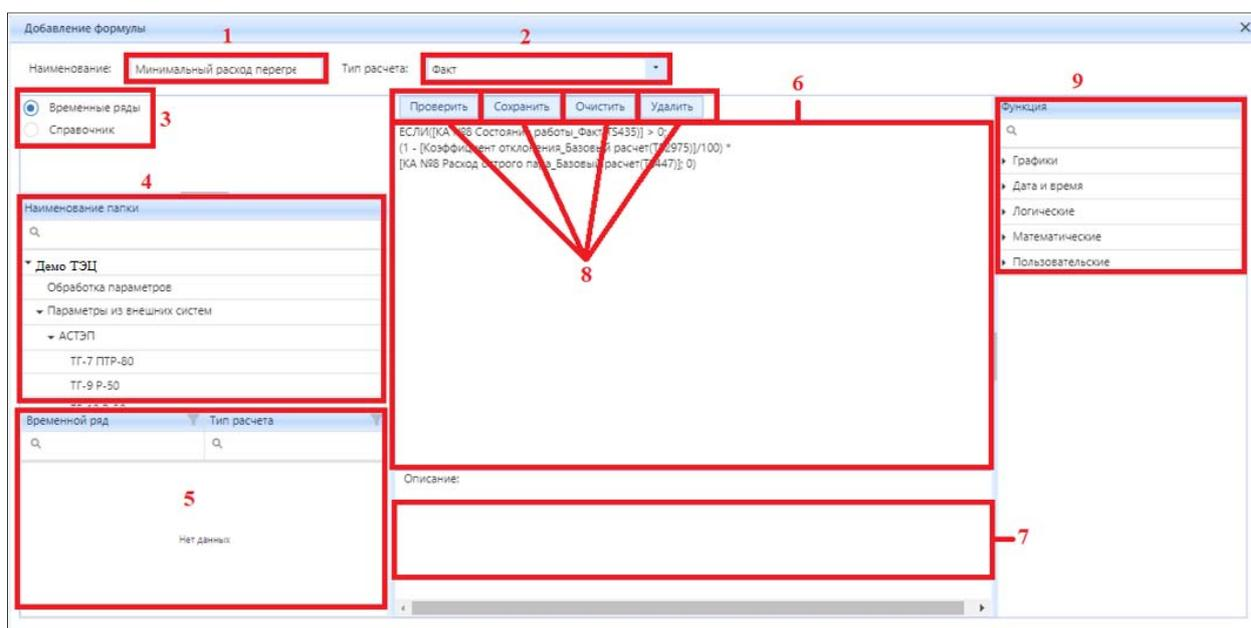

Рисунок 4.2.18 – Окно «Добавление формулы»
Преобразование параметра осуществляется для каждого типа расчета при помощи ссылки «Формула» в безымянной колонке (13) (рис. 4.2.17). После нажатия появится всплывающее окно «Добавление формулы» (рис. 4.2.18).
Структура окна «Добавление формулы», следующая (рис. 4.2.18):
Введите формулу в основное поле (блок 6) (4.2.18) затем нажмите на кнопку «Проверить» (рис. 4.2.18) для проверки формулы на наличие ошибок. Далее нажмите на кнопку «Сохранить» (блок 8, рис. 4.2.18) для сохранения формулы.